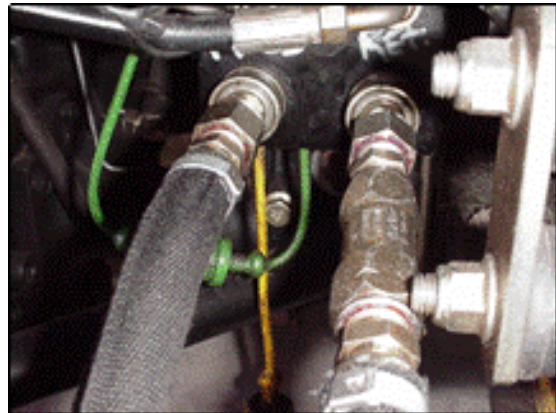

Figure 10 : Raccords hydrauliques
15. Raccordez les conduites hydrauliques du ProPass aux raccords hydrauliques à l'arrière du véhicule de travail (voir Figure 10). La conduite munie du clapet antiretour se branche au raccord de retour du véhicule de travail.
3. Débranchez les conduites hydrauliques du ProPass du véhicule de travail (Figure 10).